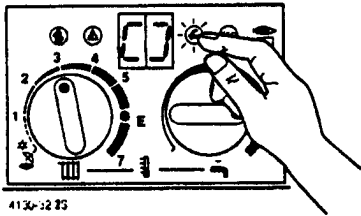

Рис. 41
- Нажать сервисную кнопку и держать до появления на дисплее "[]", рис. 41.